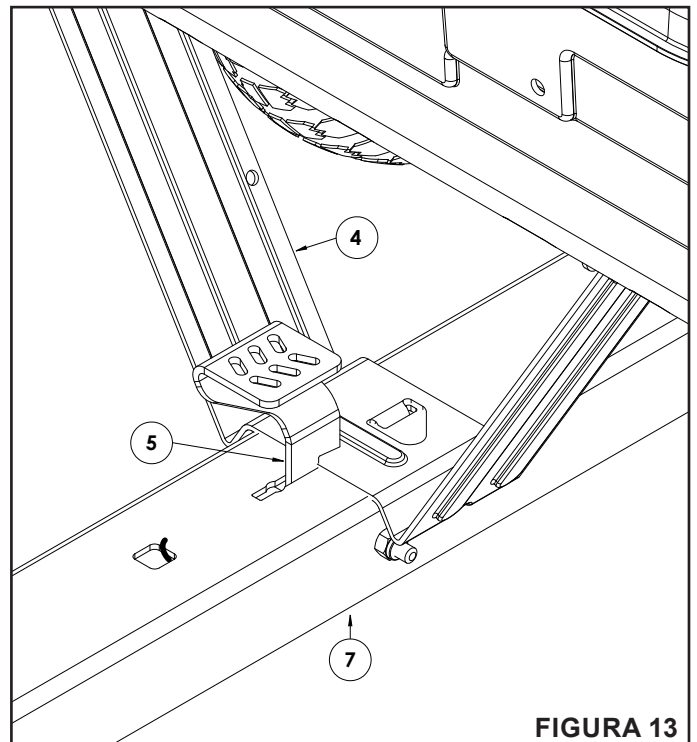

FIGURA 13
PASO 13: (VER FIGURA 13)
- Para asegurar el soporte del seguro (4) al seguro del pedal (5), siga estos pasos:
- Presione hacia abajo el seguro del pedal (5) y coloque el soporte del seguro (4) sobre la lanza giratoria (7).
- Suelte el seguro del pedal (5).